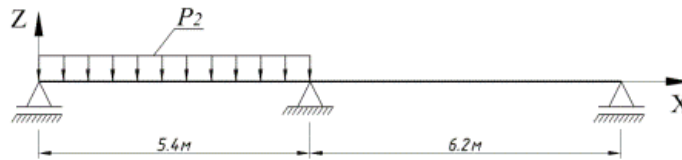

Рисунок 13 - Схема загрузки 3
- Загружение 3 - равномерно распределенная в первом пролете $P_2 = 0,87$ т/м (рисунок 13).